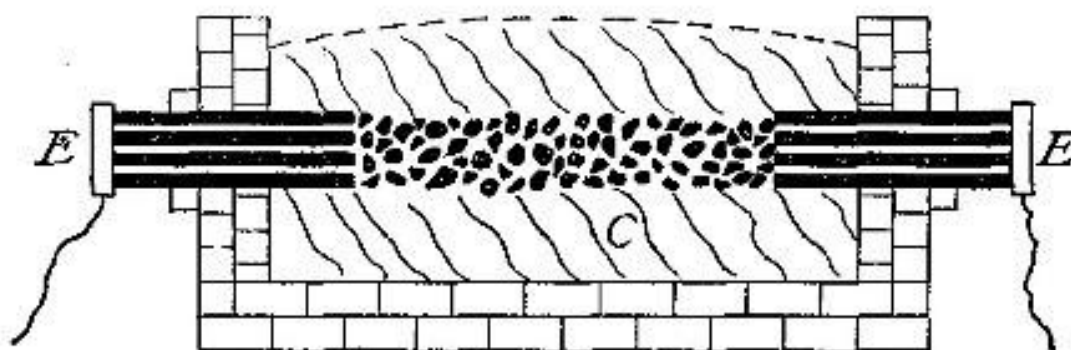

Рис. 68
2. *Печи сопротивления.* В печах другого типа тепло выделяется за счет сопротивления, оказываемого току при его прохождении через печь. В простейшем виде это может быть представлено на рис. 68. Печь представляет собой всего лишь прямоугольную коробку, сложенную из незакрепленных кирпичей. Electrodes *E*, each of which consists of a bundle of carbon rods, enter through the walls of the furnace. Materials *C*, subjected to heating, are poured into the furnace up to the electrodes, and a layer of finely ground coke is laid in such a way that it stretches from one electrode to the other. Then the bulk of the charge is placed on top of the coke. When passing through the finely ground coke, the electric current encounters a great resistance. At the same time, a large amount of heat is released, and